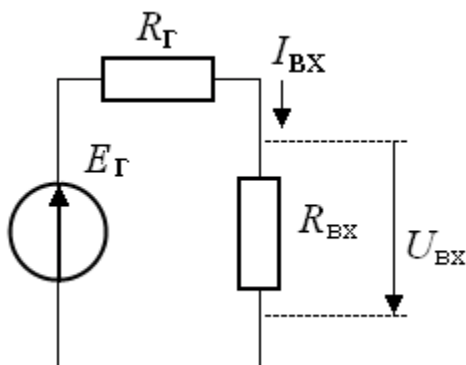

Рис.4. Эквивалентная схема входной цепи усилителя
2.3. Определение входного сопротивления усилителя $R_{вх}$. Рассмотрим эквивалентную схему входной цепи (рис. 4).